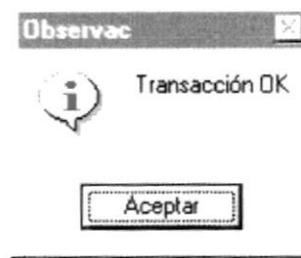

Fig. 6-5. Mensaje de Grabación de datos exitosa.
- Si se desea modificar un Grupo de Productos, primero se debe hacer un click en el Botón (**M**odificar), luego tiene que ingresar el código del grupo del producto. Si no recuerda el código del grupo, puede posicionarse en el cuadro de texto de código y presionar la tecla funcional **F2** con lo cual Usted puede seleccionar el grupo deseado y presionar <<**S**eleccionar>>. (Ver Fig.6-5).
2. Luego se procede a ingresar los datos. Debe ingresar el código del grupo, si no recuerda el código del grupo, puede posesionarse en el cuadro de texto de código y presionar la tecla funcional **F2** con lo cual Usted puede seleccionar el grupo deseado y presionar <<Seleccionar>>. (Ver Fig.6-5), el código del nuevo subgrupo de productos a ingresar se genera automáticamente. Se debe ingresar solo la descripción del subgrupo de productos.
5. Si se desea modificar un SubGrupo de Productos, primero se debe hacer un click en el Botón (**Modificar**), luego tiene que ingresar el código del grupo del producto. Si no recuerda el código del grupo, puede posesionarse en el cuadro de texto de código y presionar la tecla funcional **F2** con lo cual Usted puede seleccionar el grupo deseado y presionar <<**Seleccionar**>>. (Ver Fig.6-5) de igual manera procede para obtener el código y la descripción del subgrupo a modificar.